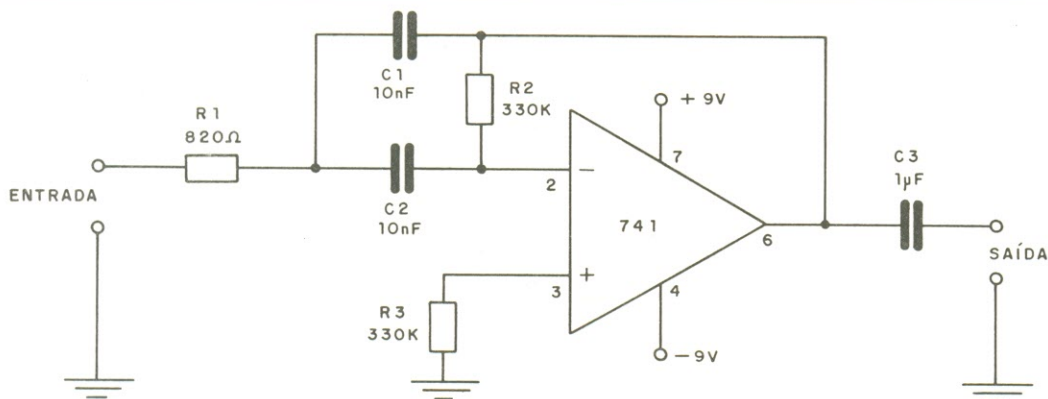

Figura 4
-back e pode ser facilmente construído em torno de um 741 apenas. (figura 4)